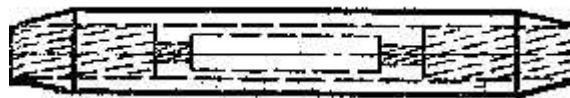

Рисунок 11– Прессуемое соединение
*Прессуемые соединители* используются для соединения проводов сечением  $240 \text{ мм}^2$  и более и стальных тросов всех сечений. Для сталеалюминевых проводов эти зажимы состоят из двух трубок: одной — стальной, предназначенной для соединения внутренних стальных жил, и другой — алюминиевой, накладываемой поверх первой и служащей для соединения наружных алюминиевых жил, (Рисунок 11).